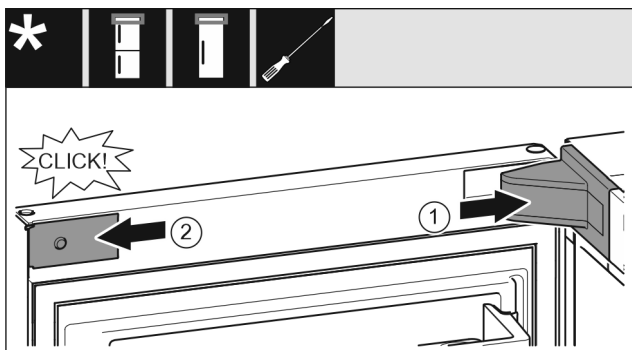

Fig. 40
- ▶ 放上并插入托架盖 Fig. 40 (1)，如有必要小心地按压分开。
- ▶ 将隔板 Fig. 40 (2) 放置到侧面并插入。